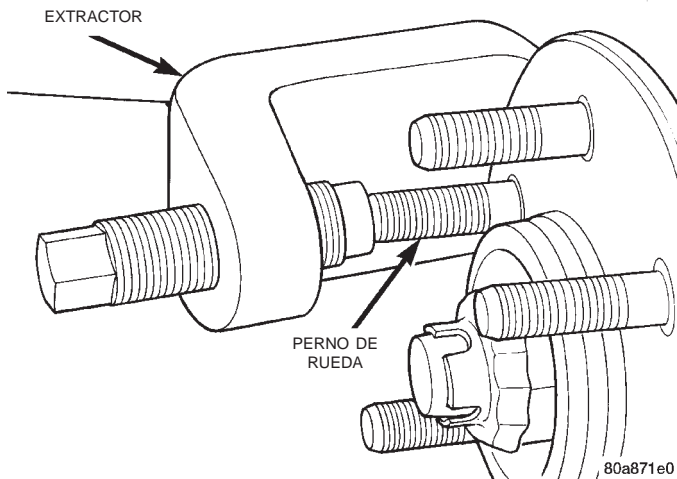

Fig. 17 Desmontaje de los pernos de la rueda
- (1) Eleve y apoye el vehículo.
- (2) Retire el conjunto de rueda y neumático.
- (3) Retire el calibrador y rotor. Para informarse sobre el procedimiento, consulte el grupo 5, Frenos.
- (4) Retire el perno de la maza con un extractor C-4150A (Fig. 17).